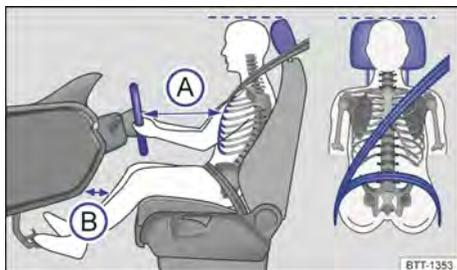

Fig. 1 Distância correta do condutor em relação ao volante, posição correta do cadarço do cinto de segurança e ajuste correto do apoio para cabeça.
- Ajustar o apoio para cabeça de modo que a sua borda superior se encontre preferencialmente na mesma linha da parte superior da cabeça – porém não abaixo da altura dos olhos. Posicionar a parte posterior da cabeça o mais perto possível do apoio para cabeça → Fig. 1.